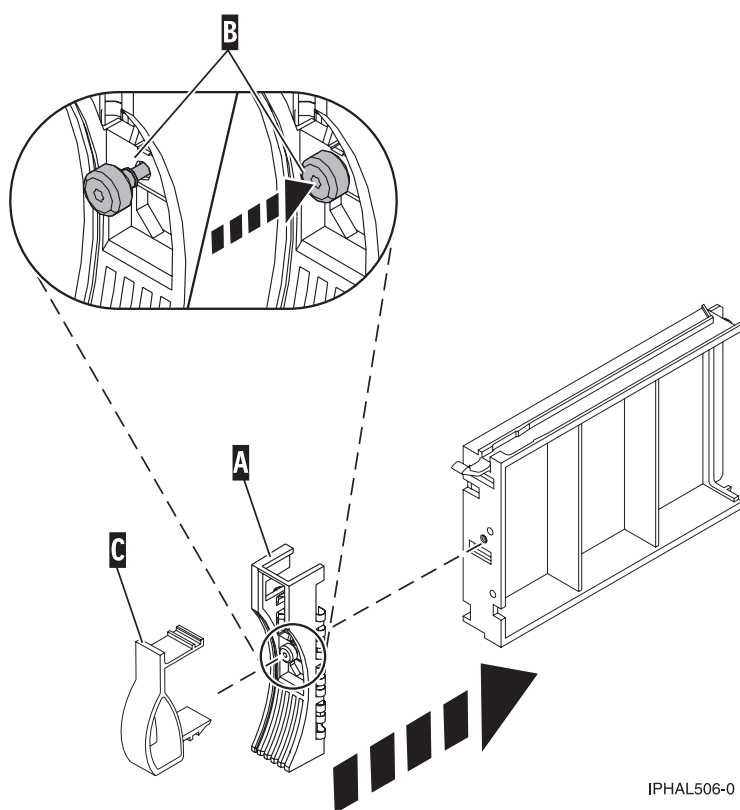

Figura 50. Fixació d'una tapa bisellada en un panell de reblliment d'unitat de disc
2. Feu pressió i colleu el cargol (B) per fixar la tapa bisellada a la unitat de disc o el panell de reblliment.
3. Instal·leu el pestell (C) de la tapa bisellada de la unitat de disc a la part frontal de la unitat de disc o del panell de reblliment, com es mostra a la Figura 50.